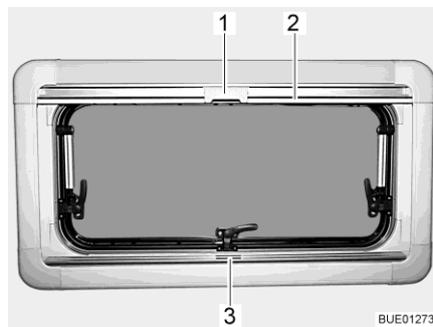

Bild 78 Ausstellfenster
- faltverdunklung in der Mitte der Griffleiste (Bild 78,3) fassen, von unten nach oben ziehen und auf der gewünschten Höhe loslassen. Die faltverdunklung bleibt in dieser Höhe stehen.
- Insektenschutzrollo an der Griffleiste (Bild 78,2) nach unten ziehen, bis es an der Griffleiste der faltverdunklung (Bild 78,3) anstößt.
- Raste (Bild 78,1) am Insektenschutzrollo mit der Griffleiste der faltverdunklung verriegeln.
- Raste (Bild 78,1) am Insektenschutzrollo oben nach hinten drücken.
- Insektenschutzrollo an der Griffleiste (Bild 78,2) langsam zurückführen.